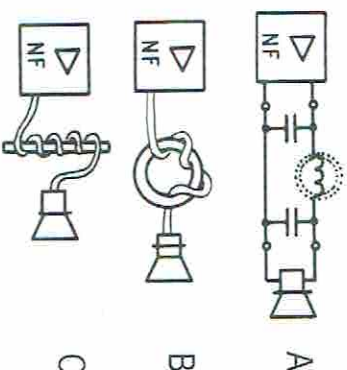

Bild 18-5: Beseitigung von störenden Beeinflussungen bei Einstörung über Lautsprecherleitungen
Diese Filter bestehen aus Tiefpässen mit Ringkerndrosseln und Kondensatoren (Bild 18-5 A). Manchmal hilft auch folgende einfache Methode: Man zieht die Lautsprecherleitung mehrfach durch einen Ringkern (B) oder wickelt einen Teil der Leitung auf einen Ferritstab (C).